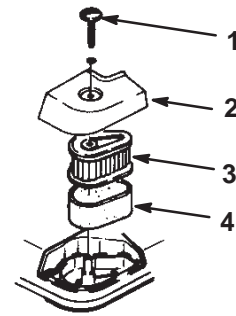

Bild 21
3. Schrauben Sie die Verschlusschraube vom Luftfilterdeckel ab (Bild 21).
4. Entfernen Sie den Luftfilterdeckel und reinigen ihn gründlich (Bild 21).
5. Entfernen Sie den Schaumvorfilter und waschen ihn in milder Seifenlauge. Löschen Sie ihn dann trocken (Bild 21).
7. Entfernen und entsorgen Sie den Papierfilter (Bild 21).